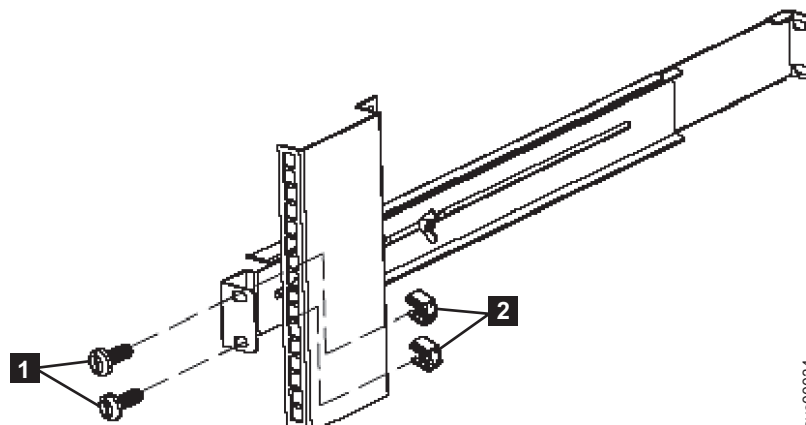

図 17. 2145 UPS-1U への背面レールの固定
7. 2 つの M6 × 10 ねじ (図 17 の **1**) と 2 つのクリップ・ナット **2** を使用して、レールをラック背面に取り付けます。お客様のラックは、ここに示されているものとは異なる場合があります。その時には、異なるクリップ・ナットまたは締め金具が必要です。